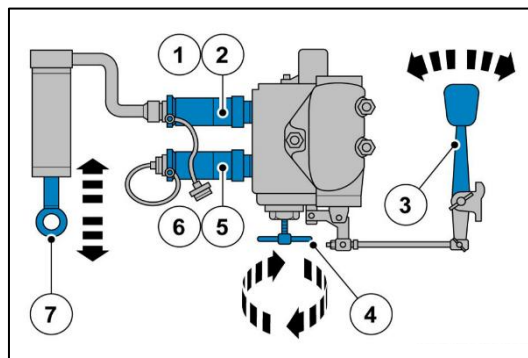
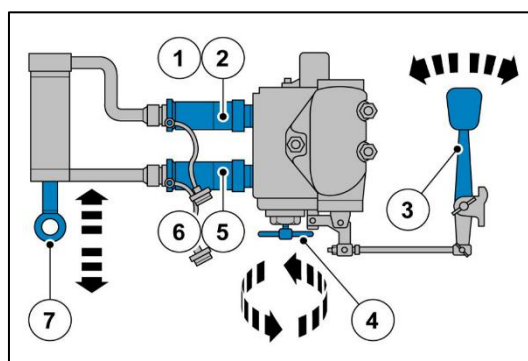

Fig. 217 – ENKELWERKEND REGELVENTIEL
Fig. 218 – DUBBELWERKEND REGELVENTIEL
De tractor kan worden uitgerust met een aan de achterkant gemonteerd regelventiel met enkele (Fig. 217) of dubbele (Fig. 218) werking. Terugloopveren: de tractor is hier standaard mee uitgerust; ze zijn veerbelast en keren na loslaten automatisch terug naar de neutraalstand.
- Voor bediening van de enkelwerkende cilinder draait u de bedieningsspindel (item 4 in Fig. 217) volledig open en gebruikt u de koppeling (item 1 in Fig. 217) of (item 2 in Fig. 217).
- Voor het uitgaan van de cilinderstang (item 7 in Fig. 217) bedient u het regelventiel (item 5 in Fig. 217) of (item 6 in Fig. 217).
- Trek de hendel (item 3 in Fig. 217) omhoog vanuit de neutraalstand.
- Voor het ingaan van de cilinderstang (item 7 in Fig. 217) duwt u de hendel (item 3 in Fig. 217) omlaag vanuit de neutraalstand.
- Voor bediening van de dubbelwerkende cilinder draait u de bedieningsspindel (item 4 in Fig. 218) volledig dicht.
- Voor het uitgaan van de cilinderstang (item 7 in Fig. 218) bedient u het regelventiel (item 5 in Fig. 218) of (item 6 in Fig. 218).
- Trek de hendel (item 3 in Fig. 218) omhoog vanuit de neutraalstand.
- Voor het ingaan van de cilinderstang (item 7 in Fig. 218) bedient u het regelventiel (item 1 in Fig. 218) of (item 2 in Fig. 218).
- Duw de hendel (item 3 in Fig. 218) omlaag vanuit de neutraalstand.